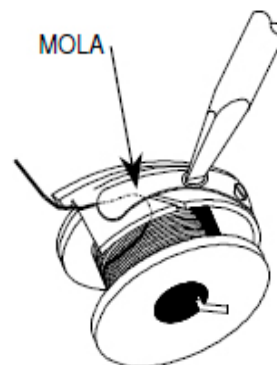

Figura 6
- ✓ Para regular a tensão da linha inferior, da lançadeira, gire o parafuso da mola da caixa da bobina. Para a direita aumenta e, para a esquerda alivia a tensão (Figura 6).